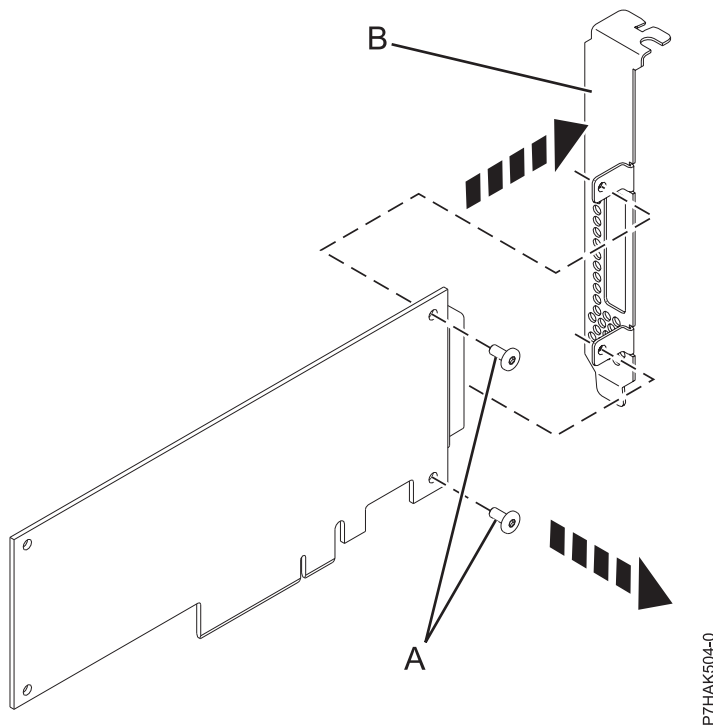

Figura 78. Extracció de la contrapunta de perfil alt d'un adaptador PCIe nou
8. Fent servir un tornavís Phillips, traieu els dos cargols de subjecció (A) que subjecten la contrapunta de perfil alt (B) a l'adaptador PCIe nou, com es mostra a la Figura 78 a la pàgina 89.